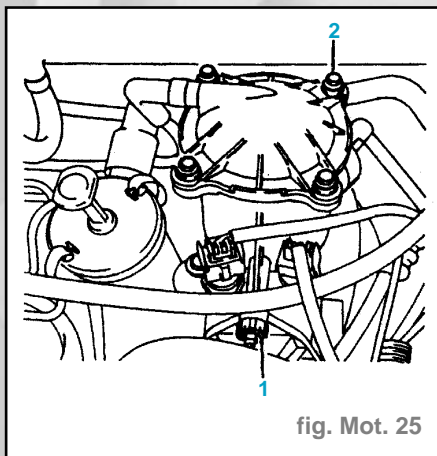

fig. Mot. 25
Impératif : Avant d'effectuer cette opération, vider le corps en ouvrant la vis de purge (1). Un tube plastique permet l'évacuation du gazole. Le non respect de cette opération entraîne l'écoulement du gazole sur le mécanisme d'embrayage (fig. Mot. 25).